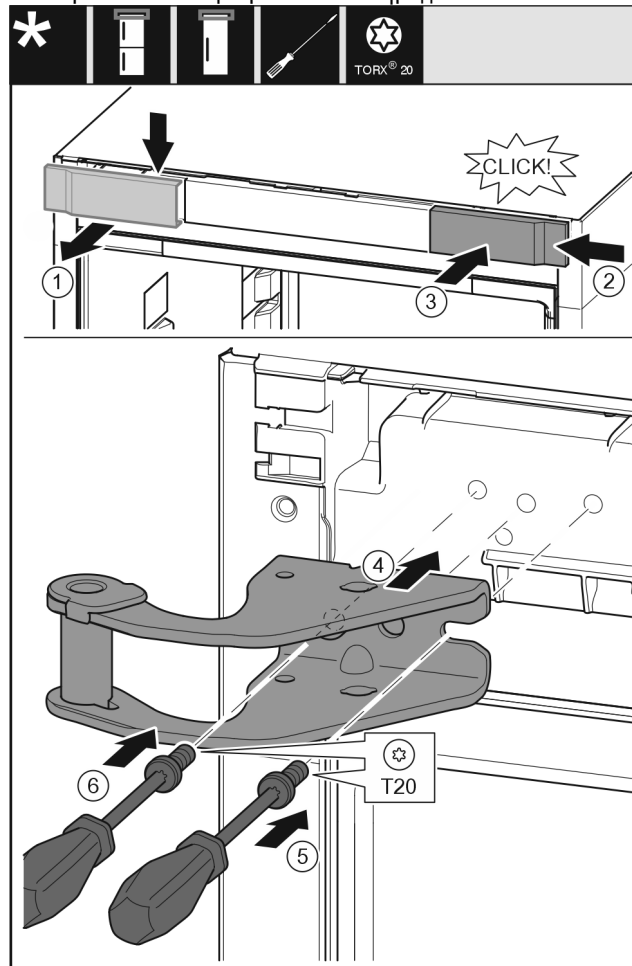

Fig. 11
- ▶ Αφαιρέστε το κάλυμμα Fig. 11 (1) από επάνω προς τα εμπρός.
- ▶ Αναρτήστε το κάλυμμα Fig. 11 (2) περιστρέφοντας το κατά 180° στην άλλη πλευρά από δεξιά.
- ▶ Κουμπώστε το κάλυμμα Fig. 11 (3).
- ▶ Τοποθετήστε το επάνω στήριγμα Fig. 11 (4).
- ▶ Τοποθετήστε και σφίξτε τη βίδα Fig. 11 (5) με κατσαβίδι και σφίξτε τη.
- ▶ Τοποθετήστε και σφίξτε τη βίδα Fig. 11 (6) με κατσαβίδι και σφίξτε τη.